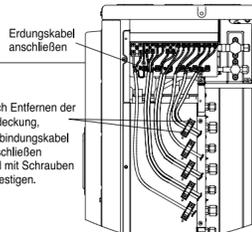

Abb. 3-3-2
- Um zu vermeiden, Schnur vom Kratzer oder Klammer durch den Seitendeckel zu verbinden, muss es befestigt werden durch das Band, wie gezeigt, in der Abb. 3-3-2.